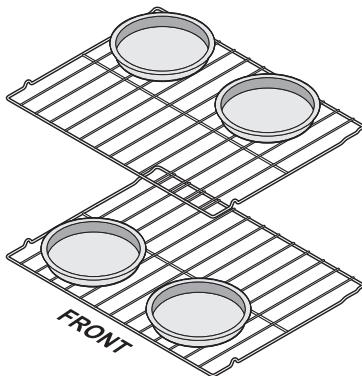

Figure 12 : Positionnement des plats de cuisson sur deux grilles
- Pour la cuisson sur deux grilles, voir à les placer en position **Figure 12**. Laisser au moins 5 cm (2 pouces) d'espace entre les ustensiles de pâtisserie pour une bonne circulation d'air.